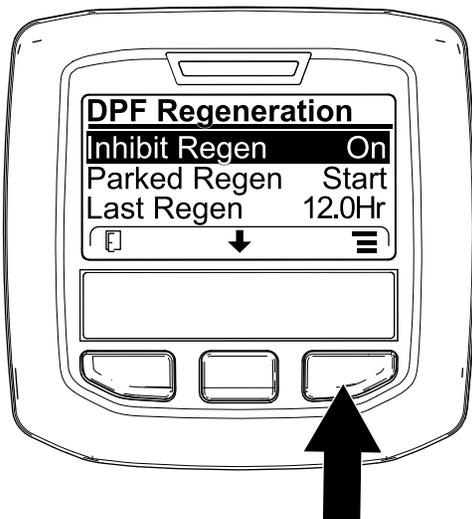
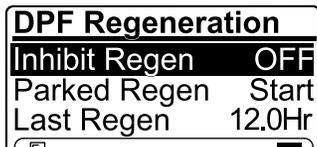

Figura 38
Figura 39
1. Acesse ao menu Regeneração do DPF, prima o botão central para ir até à opção INIBIR REGENERAÇÃO e prima o botão direito para selecionar a entrada Inibir regeneração (Figura 38).
- Prima o botão direito para alterar a definição da Inibição da regeneração de On para Off (Figura 38) ou de Off para On (Figura 39).